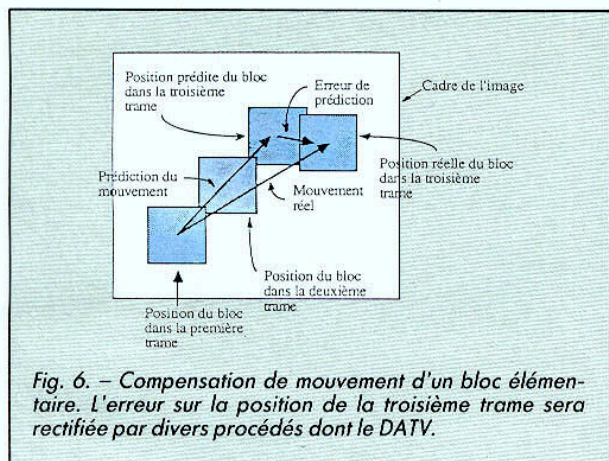

Fig. 6. - Compensation de mouvement d'un bloc élémentaire. L'erreur sur la position de la troisième trame sera rectifiée par divers procédés dont le DATV.
- Le sous-échantillonnage, dont le principe est explicité figure 6 et qui consiste à « oublier » un point sur deux de l'image et à transmettre les autres points en quatre trames successives, entrelacées deux par deux. Il faut donc le temps de deux trames pour reconstituer une image complète. Avec un balayage progressif à 50 Hz, cela signifie un échantillonnage temporel de 12,5 images/seconde et cette
d'un bloc a varié d'une trame à la suivante, ce qui pourra se faire en comparant la représentation numérique d'un bloc donné à celle des blocs, de même taille et voisins, de la trame suivante (fig. 5). Quand cette comparaison amène presque l'identité avec une représentation d'un bloc à une autre position, c'est que l'objet s'est déplacé de la première position à la seconde. Cette détermination faite à l'aide des deux premières trames permet de prédire la position du bloc dans la troisième trame par simple extrapolation linéaire (fig. 6). Si la position prédite n'est pas la bonne, elle ne s'en trouve pas loin, et cette nouvelle position peut alors être évaluée et signalée au récepteur – nous verrons comment plus loin – avec, comme avantage, le fait que l'erreur de distance étant faible, il faudra peu de bits pour corriger l'erreur de prédiction et ainsi compenser le mouvement.
Ainsi donc, il est possible de classer les blocs élémentaires suivant les trois catégories dont il a été question ci-dessus. Ce classement se fait en cherchant à déterminer simultanément à quelle catégorie appartient chacun des blocs. Si un bloc est classé, à la transmission, comme étant immobile (zone fixe de l'image), alors ce bloc est transmis comme indiqué figure 6. Pour le récepteur, averti qu'il s'agit d'un bloc fixe, la même trame sera visualisée quatre fois. Si maintenant il s'agit d'un bloc en mouvement et compte tenu de la moindre sensibilité de l'œil aux détails spatiaux en mouvement, le signal numérique peut être filtré avec un filtre passe-bas qui diminuera sa fréquence maximale, et ensuite être sous-échantillonné, les conditions de ce filtrage et de ce sous-échantillonnage adaptatifs ont lieu de façon à réduire le nombre des échantillons dans un rapport 4. A la réception, une interpolation permettra de retrouver la résolution spatiale de départ.